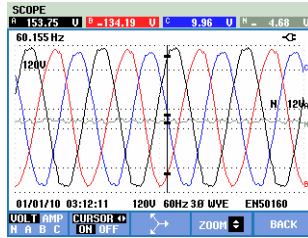

Abbildung 23-2. Signalform-Anzeige Cursor an
- Drücken Sie F2, um den Cursor einzuschalten. Mit den Pfeiltasten nach links/rechts bewegen Sie den Cursor horizontal entlang der Signalformen. Der Wert der Signalformen an der jeweiligen Cursorposition wird in der Kopfzeile des Bildschirms angezeigt, wie in Abbildung 23.2 dargestellt.